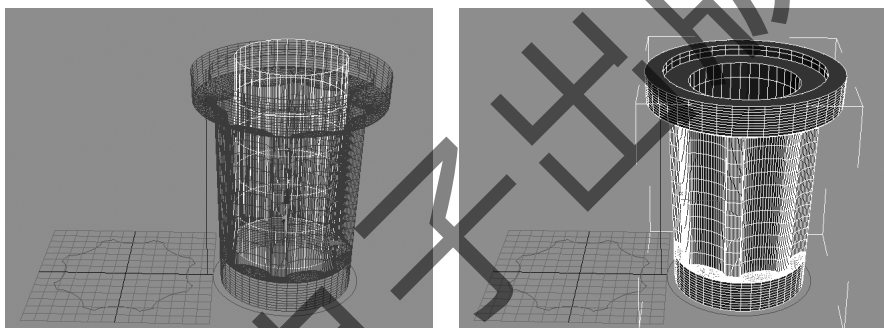

图 4-55 再次超级布尔运算
Step31:将圆柱“Cylinder002”沿 Z 轴方向向下移,高度比垃圾桶高一些,与垃圾桶交叉的部分就是垃圾桶内部的凹槽,选中超级布尔物体“Loft001”,选择“开始拾取”按钮,拾取圆柱“Cylinder002”,如图 4-55 所示。